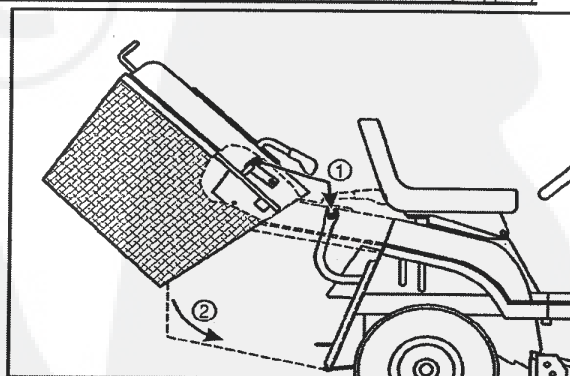

Fig. 6
POSE DU BAC DE RAMASSAGE (Fig. 6)
1. Prendre à deux mains le bac de ramassage. Lui donner un angle d'environ 40° (Fig. 6).